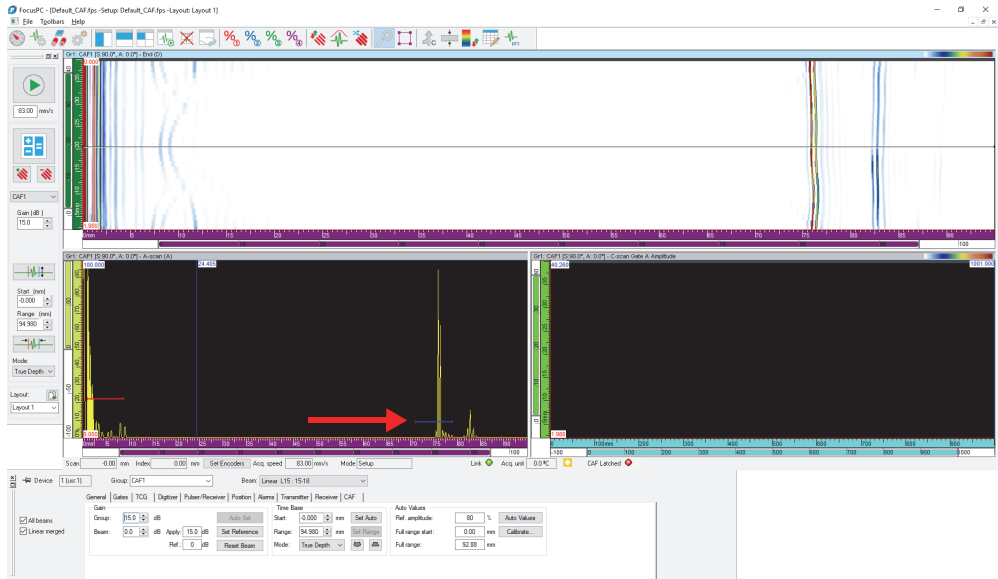
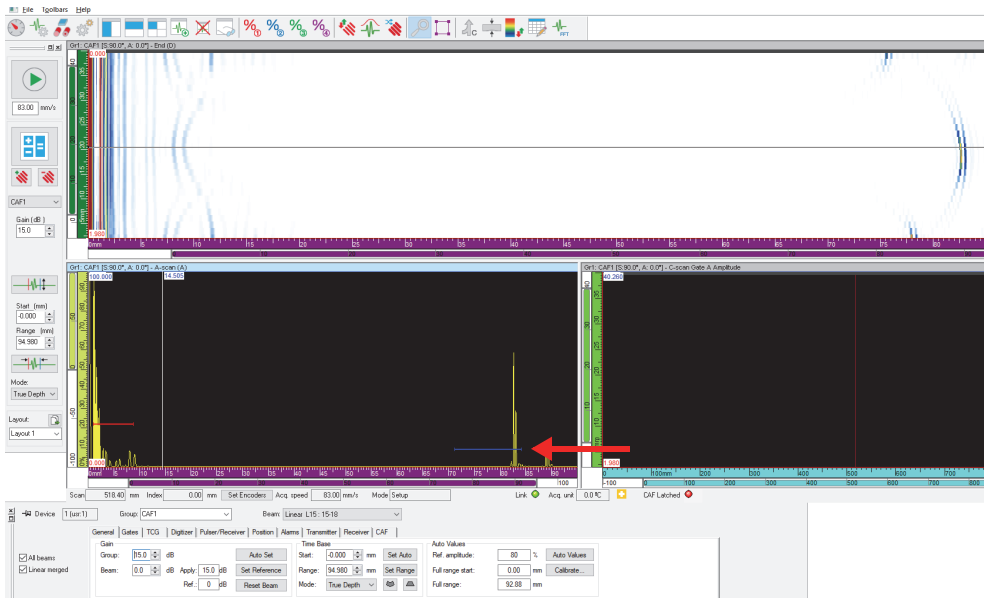

Abbildung 4-58 Einstellen des Beginns der Ankoppelblende
Abbildung 4-59 Einstellen des Endes der Ankoppelblende
5. Richten Sie den Sensor auf dem Prüfteil aus, um eine gute Rundlaufgenauigkeit zu erzielen. Wenn der Sensor konzentrisch zu einem gekrümmten Prüfteil ist, erscheint das Signal flach wie in Abbildung 4-58 auf Seite 157.
6. Stellen Sie an dieser Position den Anfang der Ankoppelblende ein (Abbildung 4-58 auf Seite 157).
- Wenn die Geometrie des Prüfteils variiert, gehen Sie zur Position R2 (Abbildung 4-58 auf Seite 157). Stellen Sie das Ende der Ankoppelblende (Abbildung 4-59 auf Seite 158).